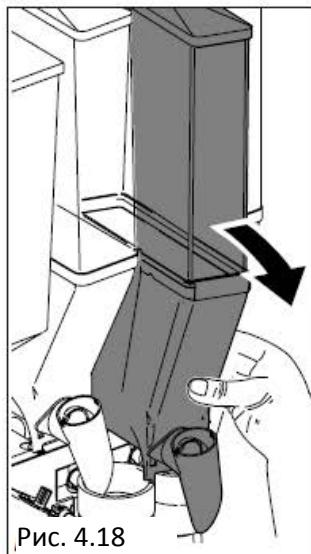

Рис. 4.18
- Удалите из автомата все продуктовые контейнеры (Рис.4.18)